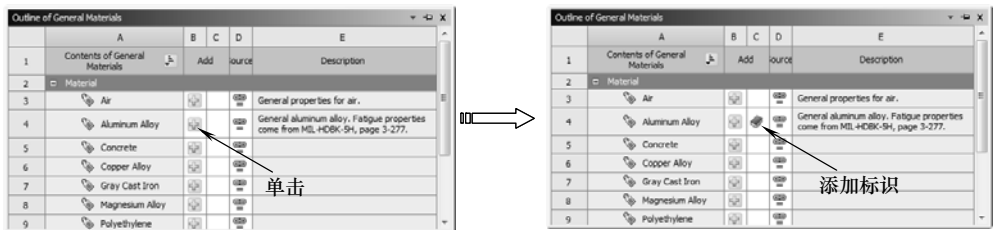

图 8-24 添加 Aluminum Alloy
4) 在【Outline of General Materials (通用材料列表)】窗口中单击 B4 栏的按钮，此时在 C4 栏上会出现 (使用中的) 标志，表明材料已经添加到分析项目之中，如图 8-24 所示。